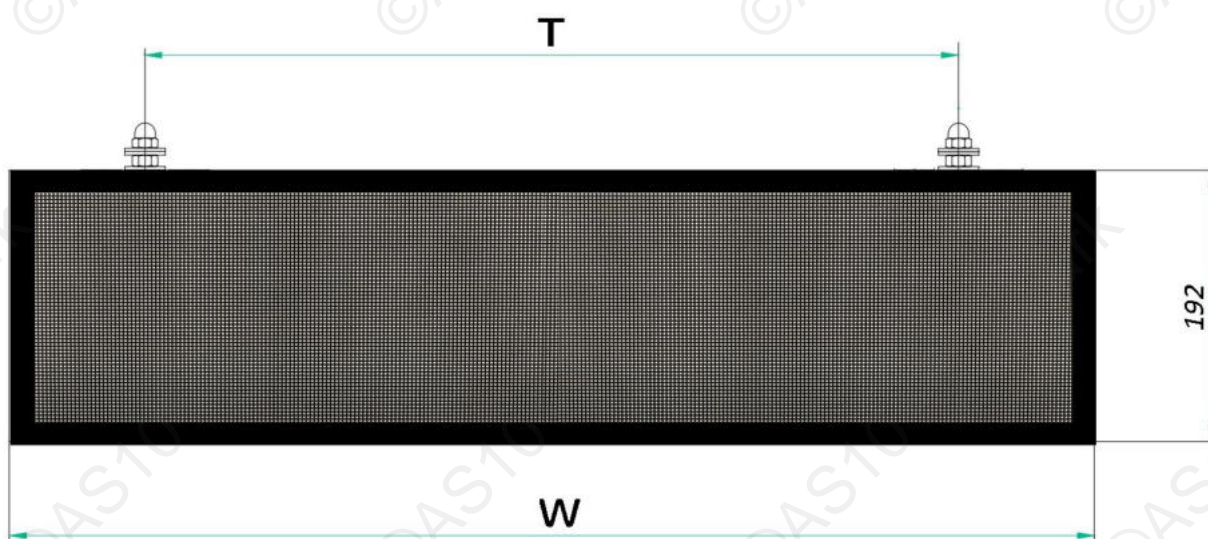

Рис. 3.1.
3.1. Блоки табло выполнены в корпусах из алюминиевого профиля черного цвета. Внешний вид блоков табло приведен Табл. 1.1. Эскиз конструктива ТВхМ приведен на рис.3.1. Размеры Т и W для разных типов блоков приведены в Табл. 3.1.